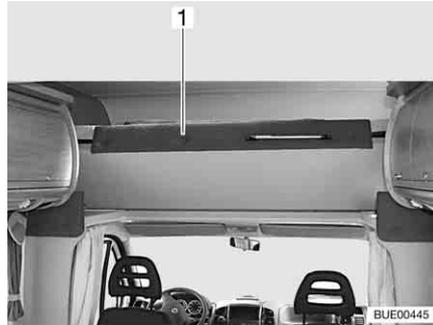

Bild 101 Alkovenbett, nach oben geklappt
- Alkovenbett (Bild 101,1) vorn nach oben klappen. Das Alkovenbett wird von Gasdruck-Federn in der oberen Stellung gehalten.